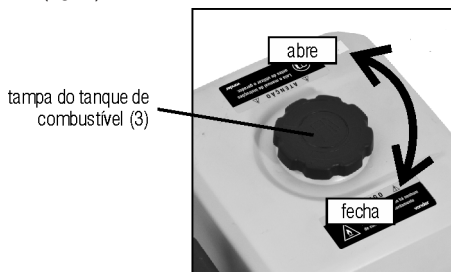

Fig. 5 – Tampa do tanque
- 2 – Abra a tampa do tanque de combustível (fig. 5);
6 – Feche a tampa do tanque (fig. 5).